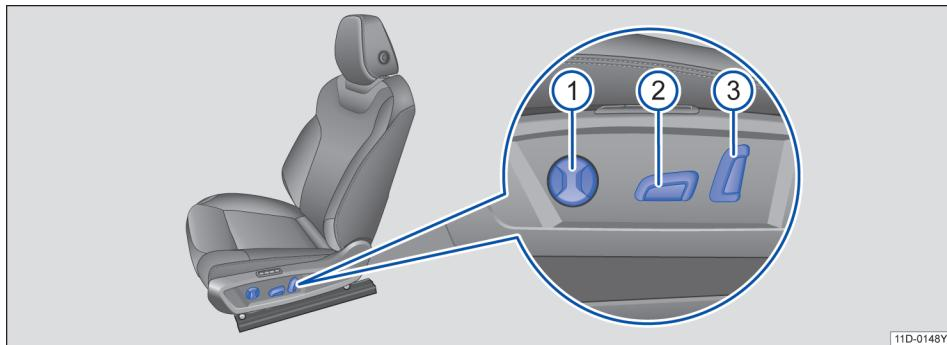
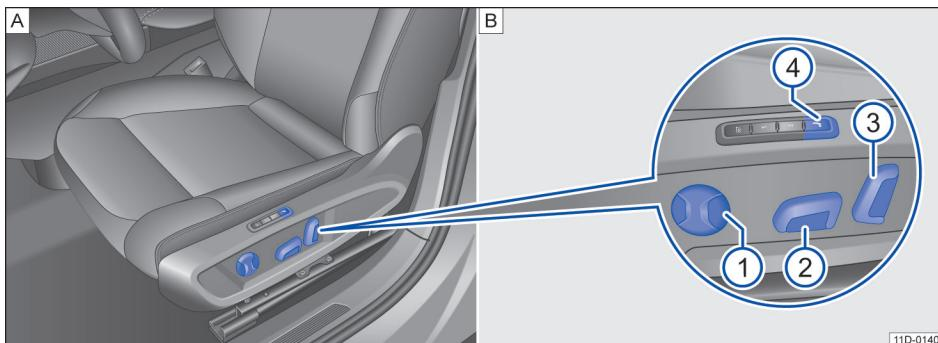

图 58 电动调整式座椅的操作元件
图 59 部分车型电动调整式座椅的操作元件
请移动相应的开关→图 58 或→图 59, 把座椅调整得与身材相适应。
- ① 调整腰部支撑。
- ② 调整座椅前后位置、座椅面高度和倾斜角度。
- ③ 调整座椅靠背倾斜角度。
- ④ 部分车型按摩功能操作:
打开: 按下按钮→图 59 ④ 时,腰托先恢复到最后位置,再开始按摩。根据腰托当前所在位置不同,恢复过程最多持续 15 秒后,按摩功能启动。
关闭: 再次按下按钮→图 59 ④ 关闭按摩功能。按摩停止后,腰托恢复到启动按摩功能前的位置。
按摩功能开启时,按下腰部支撑按钮→图 59 ① 前后位置,可以调节按摩强度,按摩强度一共分三档。